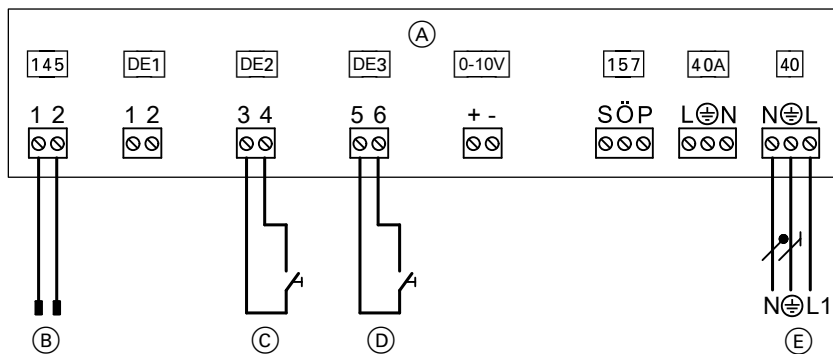

Abb. 35
- An Erweiterung EA1 gemäß Abb. 35